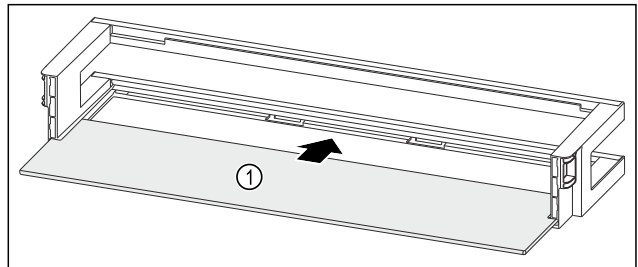

Fig. 98 Türabsteller mit Abstellfläche
- Abstellfläche Fig. 98 (1) in die seitlichen Aussparungen einstecken.